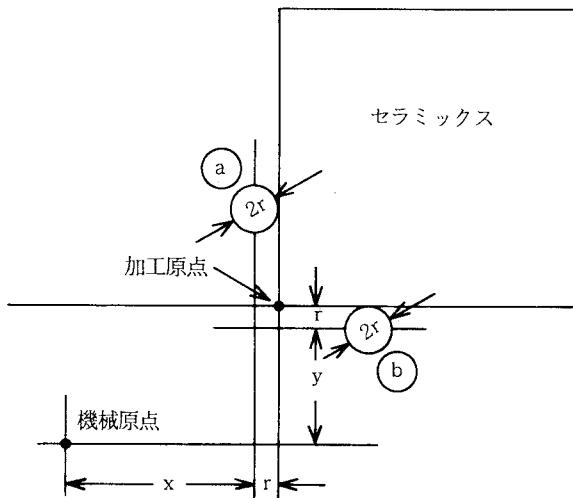

図4-2 加工原点の求め方
- ② CRT/MDIパネルの電源スイッチをONにする。
- ③ 手動原点復帰スイッチ(ZRN)をONにする。
- ④ 機能メニューキーを押し、ソフトキーを機能選択キー状態にし、POSITIONキーを2回押す。
- ⑤ モード選択スイッチ(MODE)を手動送り(J)にする。
- ⑥ 軸切換スイッチをXおよびYにして、手動送りダイヤル(JFEED)で送り速度を調節し、軸方向選択ボタンを押して、主軸がセラミックスの上にくるように操作する。
- ⑦ 軸切換スイッチをZにし、上と同じ操作で、セラミックス上にダイヤモンド砥石の先端が軽く接触するよう、主軸を下降させる。
- ⑧ 主軸を2mm上昇させ、工具先端をセラミックス面上より離してから、XまたはY軸を操作して、工具をセラミックス面の外に出し、また主軸を4mm下降させる。
- ⑨ テーブルをX,Yの方向に移動させて図4-2の④と⑤の位置におのおの設定し、そのときの位置表示値をCRT上のX,Y値で読取る。読み取り値を各々x,yとする。
- ⑩ ダイヤモンド砥石をセラミックスからわずかに離して、さらに主軸を5mm上昇させる。
- ⑪ テーブルを⑨で測定した-(x+r),-(y+r)の位置に移動させる。